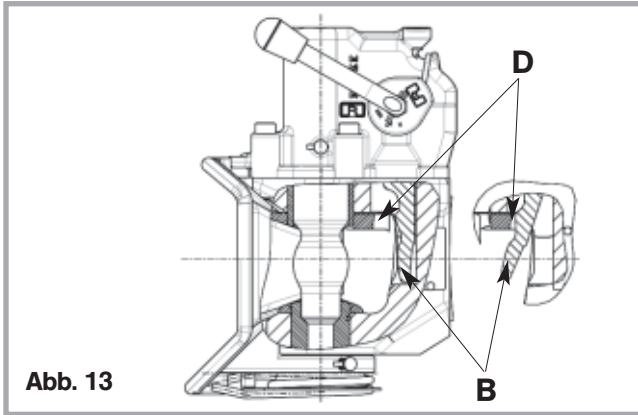

Abb. 13
- Fangmaul muss nun in die Mittelstellung zurückschwingen und wieder arretieren (Lösehebel (B) muß Fangmaul über Nut (D) arretieren) (s. Abb. 13)